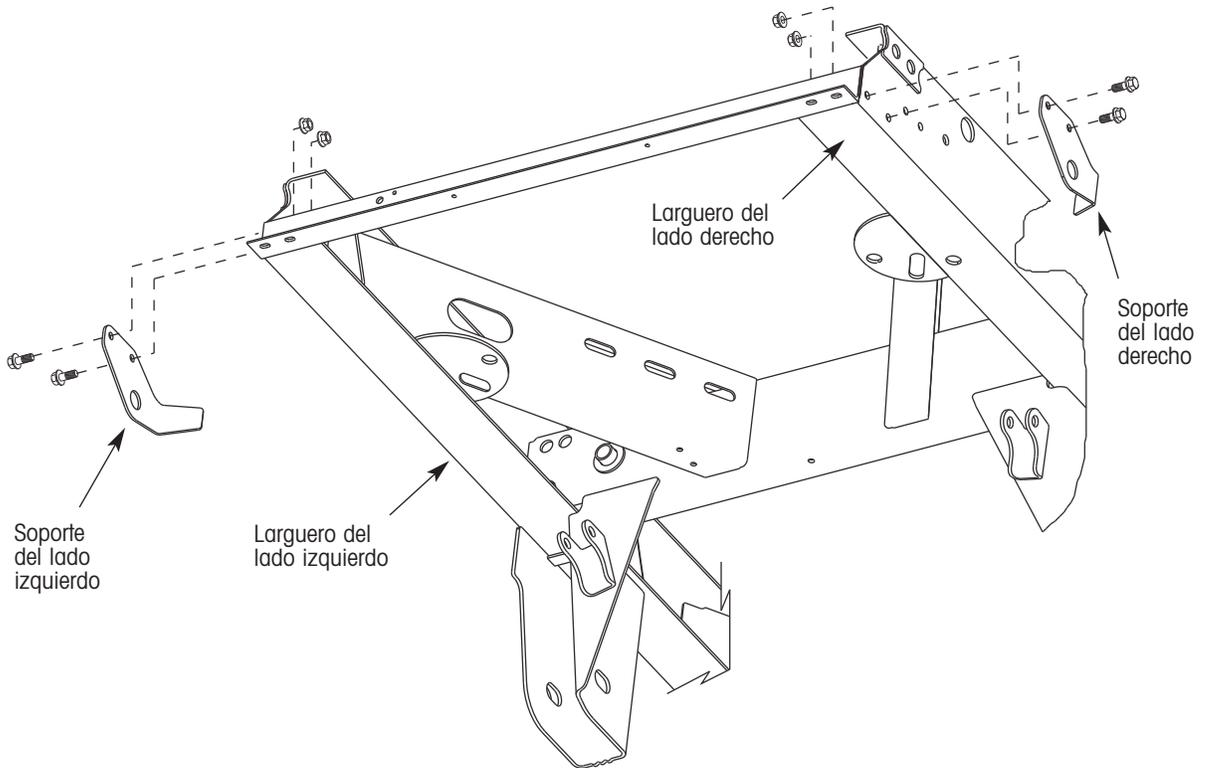

Figura 9. Instalación de los soportes
1. Atornille el soporte izquierdo del ensamble del brazo al larguero izquierdo del cuadro deslizable con dos tornillos y tuercas de ½ pulg. proporcionados en el kit (figura 9).